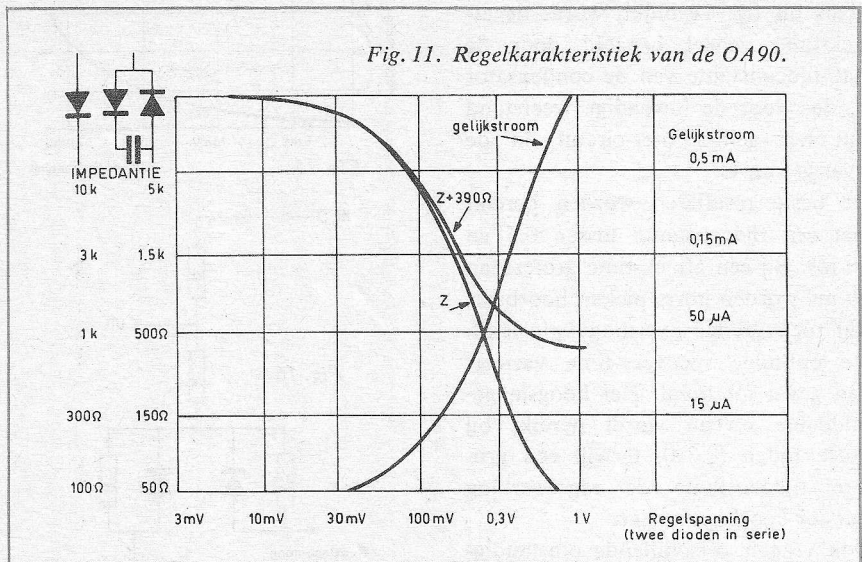

Fig. 11. Regelkarakteristiek van de OA90.
Ook in de literatuur (ref. 2) wordt het grote regelbereik van de OA90-91 genoemd. Fig. 11 geeft de met deze dioden gemeten karakteristiek.
De sturing van de beide regeltrappen is gemeenschappelijk. Dit is belangrijk met het oog op kostenbesparing. Teneinde het regelbereik volledig te kunnen benutten moet de stroom door de dioden geheel nul kunnen worden (zie fig. 11). Dit maakt het noodzakelijk voor de sturing een Si-transistor te gebruiken. Ook de gelijkrichter en de condensatoren moeten een lage lekstroom hebben, wil een voldoende lange afvaltijd mogelijk zijn. In het onderhavige geval zijn slechts de goedkope Ge-dioden meer-
In deze schakeling kan de sturing van de beide trappen gemeenschappelijk blijven. In het definitieve ontwerp werd alleen R' aangebracht (390 Ω). Het regelbereik is dan 30 dB (1 : 30, zie fig. 11). Bij een variatie in uitgangsniveau van 10 dB vinden we dus een dynamiek van 40 dB aan het eerste diodepaar en de tussenversterker. Aangezien het niveau hier ten hoogste 20 mV mag bedragen in verband met de vervorming is de minimale spanning ongeveer 0,2 mV. Een